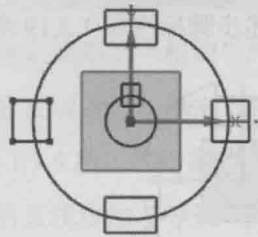

图 1.2.8 镜像 2
Step6. 以 Y 轴为镜像中心，镜像绘制第四个矩形，如图 1.2.8 所示。